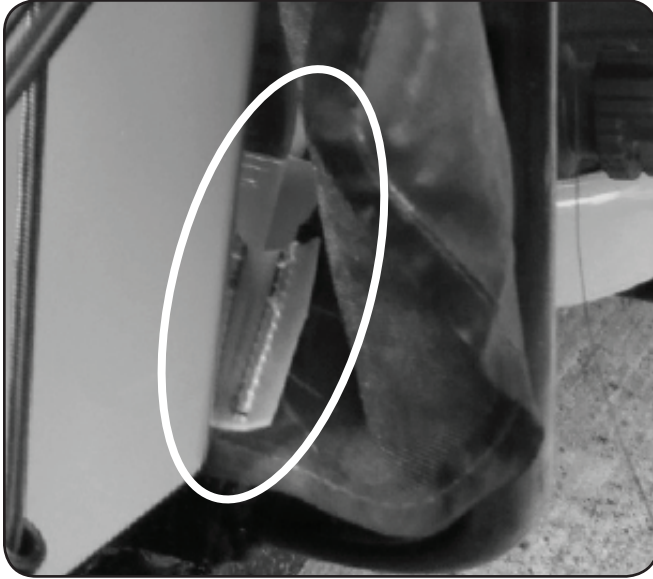

Figura 3-13
6. Los enganches exteriores delanteros se sujetan al guardabarros delantero cerca de las ruedas. Consulte la Figura 3-13.